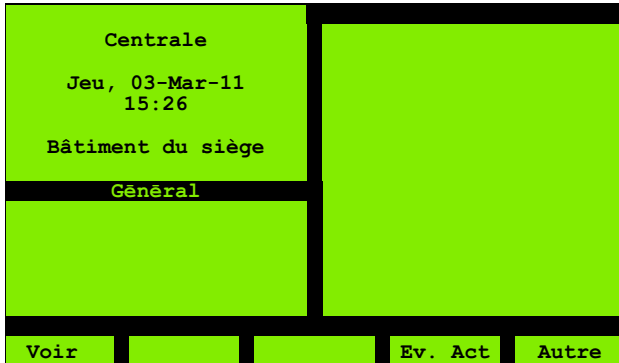

Fig. 5 : Fonctionnement normal
Lorsque le contrôleur est mis sous tension pour la première fois, qu'il n'y a ni défauts ni alarmes dans le système et que le commutateur à clé est sur **OFF** (0), l'écran LCD représenté à la fig. 5 s'affiche.
La partie supérieure gauche de l'écran comprend la fenêtre Incendie (voir ci-dessous). En l'absence d'alarmes (voir fig.5), la fenêtre Incendie affiche les éléments suivants :
- Le texte des centrales (configurable, réglé sur **Bâtiment du siège** sur la fig.5 à titre d'exemple).